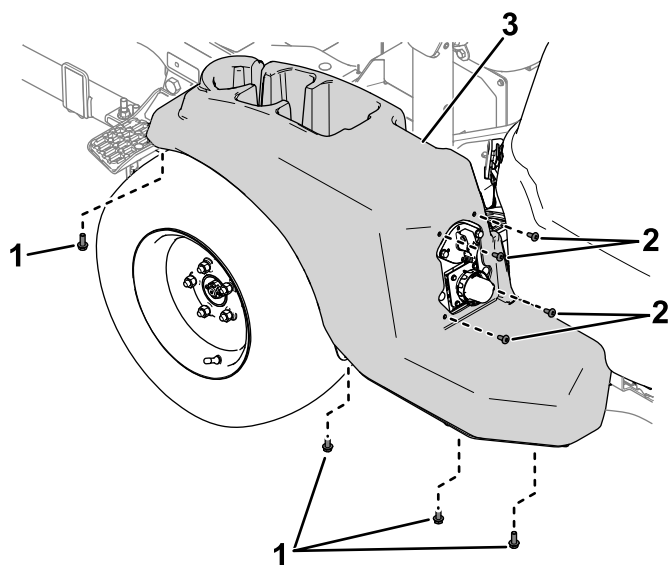

Figura 1
1. Retire los pernos y los tornillos que fijan la cubierta en el lado izquierdo de la máquina (Figura 1) y retire la cubierta.